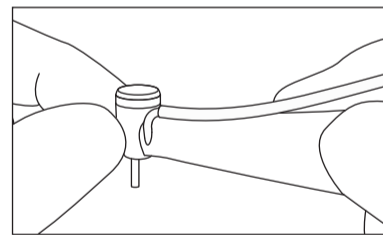

図 6
- ハンドピース停止後、ヘッド部に異常な発熱がないことを直接手で触って確認してください(図6)。